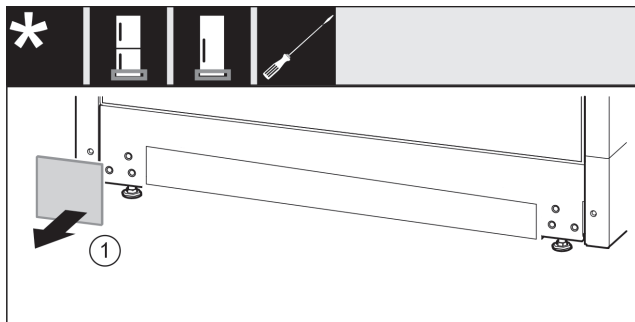

Fig. 17
- Togliere la copertura. Fig. 17 (1)